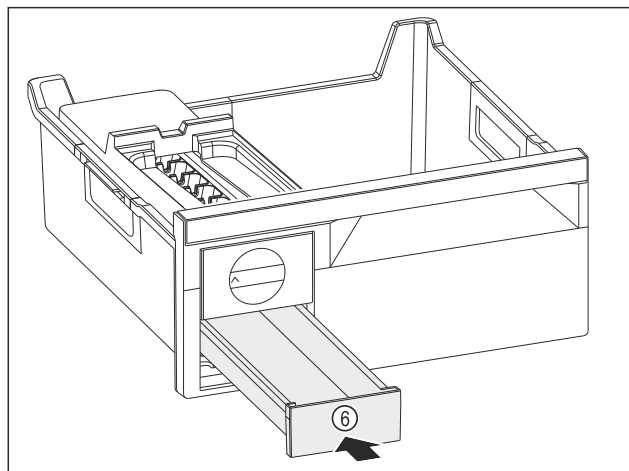

Fig. 148
- Встановіть форму для льоду Fig. 148 (6).